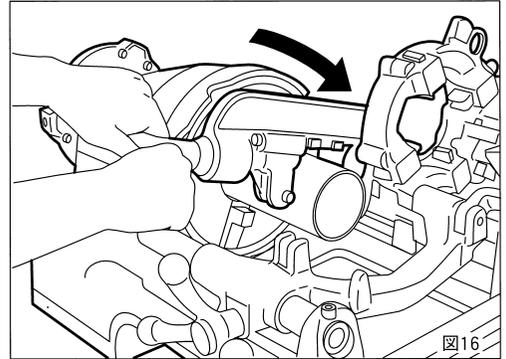

図16
- ① 使用しないダイヘッド・リーマを起こしてください。
- ② パイプの切断箇所を定めてパイプをしっかり固定します。
- ③ パイプカッタをパイプ径より大きくひらいて図のようにあてがい、パイプの切断箇所にカッタの刃を合わせてハンドルでローラーと刃がかかるくあたるところまでちかづけてください。
- ④ スイッチを入れ、カッタハンドルをパイプ1回転で1/2以内の割合いでまわしてください。(図16) 切断のときに最初から強い力で切り込むと、パイプの切り口がだ円形にゆがみ、正しい真円のねじが切れない場合がありますから、切り始めは、軽く締めつけながら徐々に切断してください。